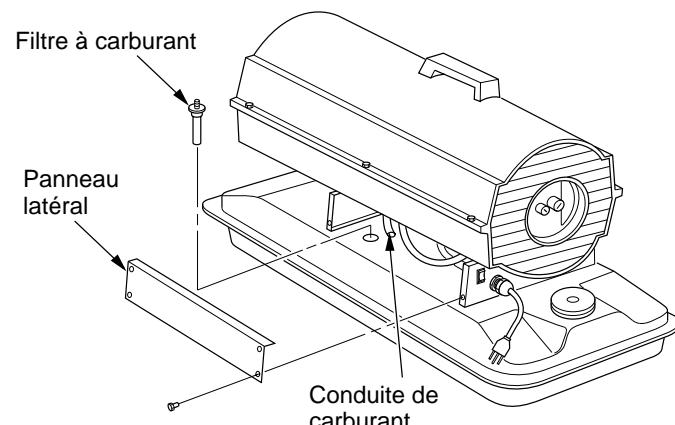

Figure 9 - Dépose du filtre à carburant, Modèle GK20
3. Enlever les 4 vis du panneau latéral à l'aide d'une clé à douille de 5/16 po. Déposer le panneau latéral. (voir figure 9 ou 10, page 8).
12. Remonter le panneau latéral. (Voir figure 9 ou 10, page 8).